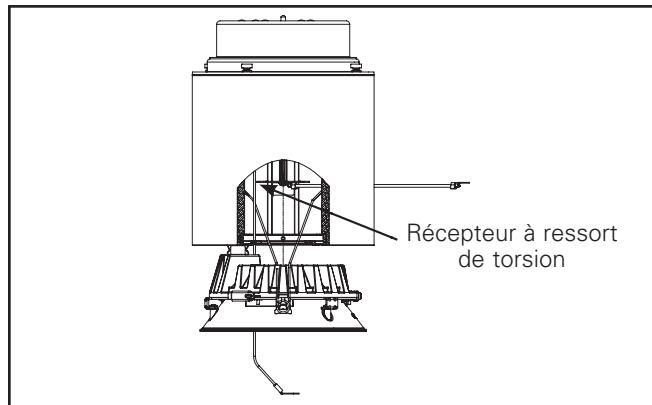

Figure 11
7. Installez le moteurgénérateur de lumière à DEL et l'assemblage de la garniture en insérant les ressorts de torsion dans les récepteurs à ressort situés à l'intérieur du boîtier. (Figure 11)